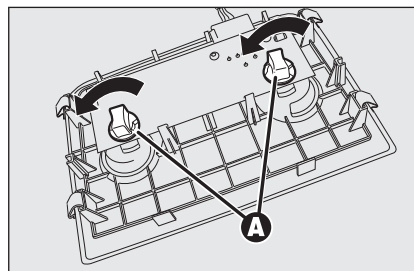

fig. 43
- tourner les deux porte-lampes dans le sens inverse des aiguilles **A-fig. 43**, enlever les ampoules et les remplacer.